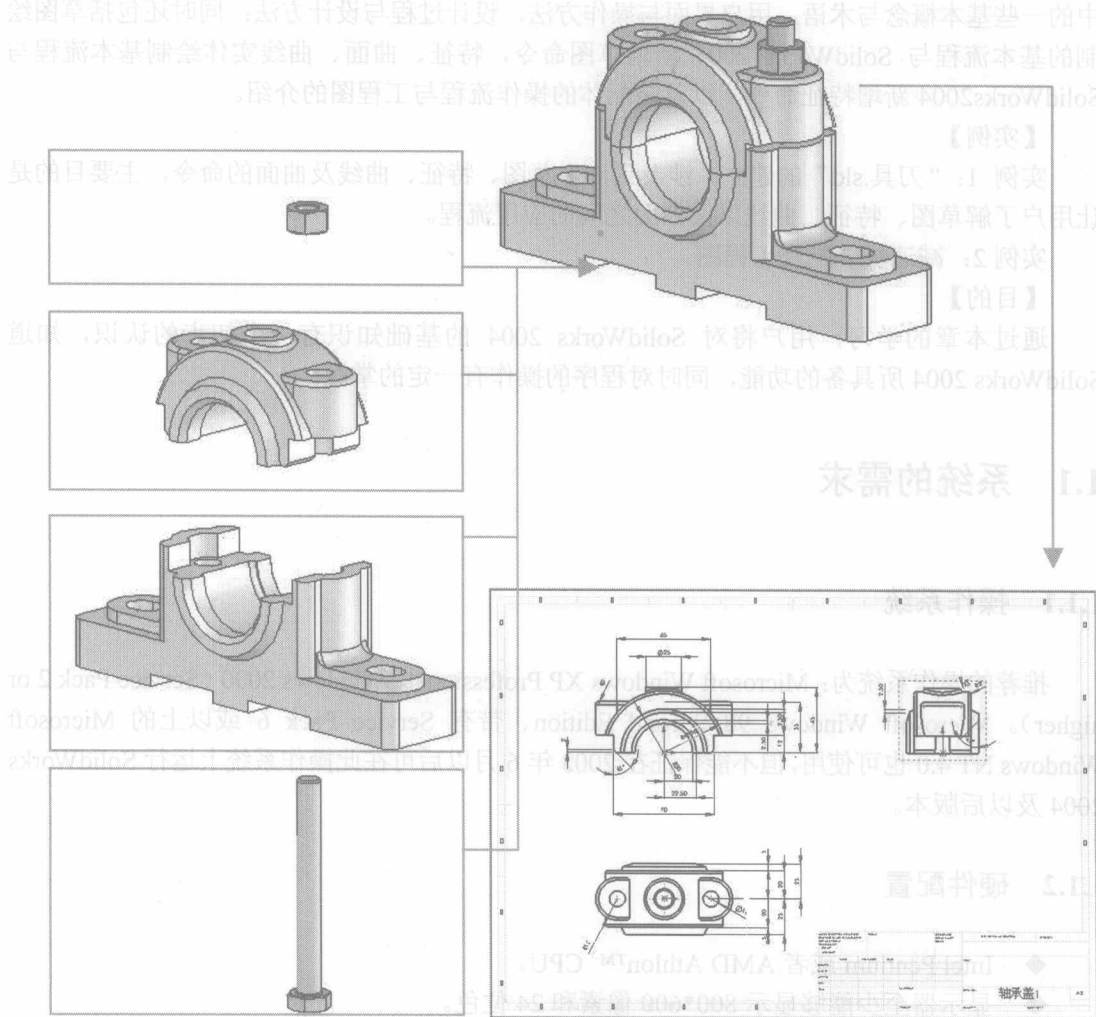
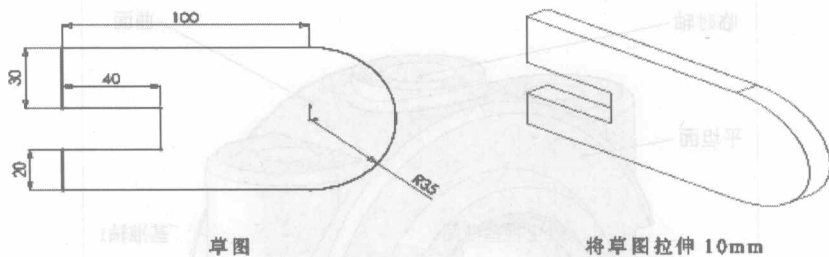
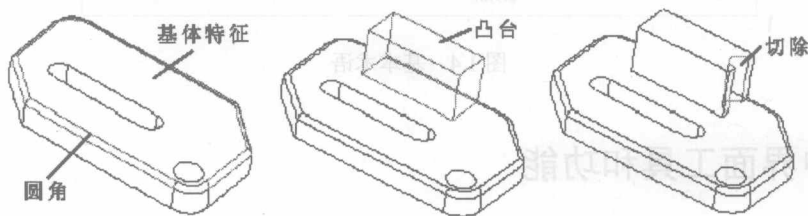

图 1.1 三维零件、装配体以及二维工程图
图 1.2 由草图建立特征
图 1.3 组合特征形成零件
- ◆ SolidWorks 2004 模型由零件、装配体和工程图组成，并且三者具有联动功能，如图 1.1 所示。
- ◆ 利用 SolidWorks 2004, 可以生成二维工程图及三维零件模型, 用三维零件模型可建立二维工程图和三维装配体, 如图 1.1、图 1.2 所示。
- ◆ 具有特征造型的功能。一般可用草图建立一个基本特征, 然后加上更多的特征, 再由特征建立零件。在此过程中可通过对特征的加减、改变或调动来自由地重定义设计, 如图 1.2、图 1.3 所示。